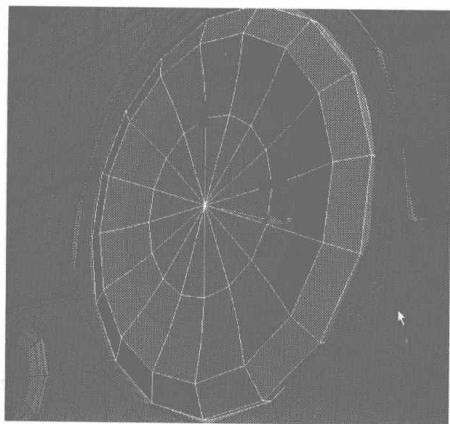
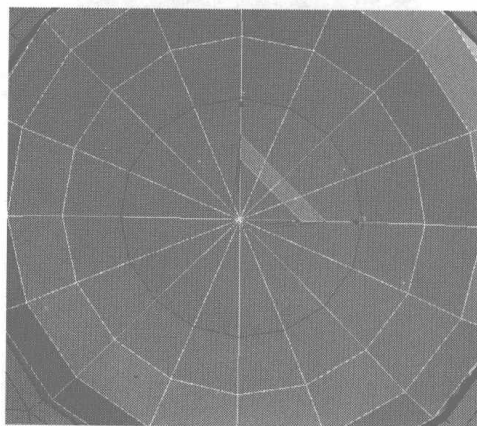
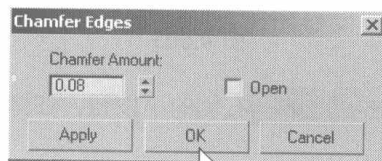

图 4.597
图 4.598
图 4.599
- 51** 在圆柱体上再添加如图 4.597 所示的一条边线，选择如图 4.598 所示最内侧的细分线，在 Edit Edges 卷展栏中单击 **Chamfer** 右侧的小按钮，在弹出的对话框中设置边线的厚度参数，如图 4.599 所示，并